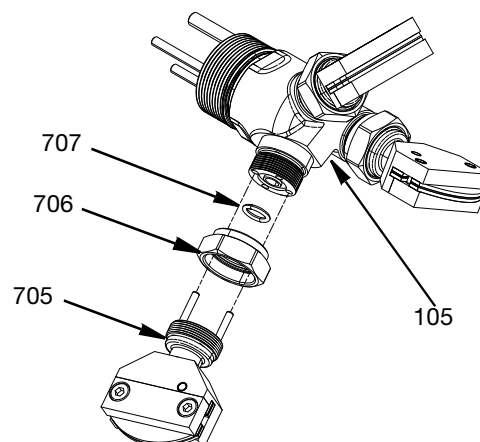

FIG. 4
1. Inserte la junta tórica (707) en el conjunto de adaptador de cabezal triple (105).
2. Coloque el extremo pequeño de la tuerca (706) contra el conjunto adaptador de cabezal triple (105), pero no apriete la rosca.
3. Alinee los pasadores del conjunto de la boquilla (705) e insértelos en el conjunto adaptador de cabezal triple (105). Apriete la tuerca (706) a 20,34 N•m (15 lb-pie). Vea la FIG. 4.